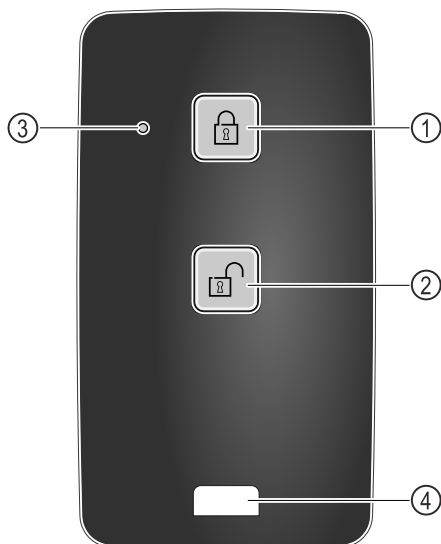

Fig. 219
- (1) Blokiranje brave
- (2) Deblokiranje brave
- (3) Žaruljica stanja
- (4) Očica za vezanje
- ▶ Pritisnite tipku Fig. 219 (1) na daljinskom upravljaču.
- ▶ Pritisnite tipku Fig. 219 (2) na daljinskom upravljaču.
- ▶ Žaruljica stanja Fig. 219 (3) daje vizualnu povratnu informaciju kada se neka tipka pritisne.
- ▶ Uporabite očicu Fig. 219 (4) za vezanje daljinskog upravljača, na primjer na snop ključeva.